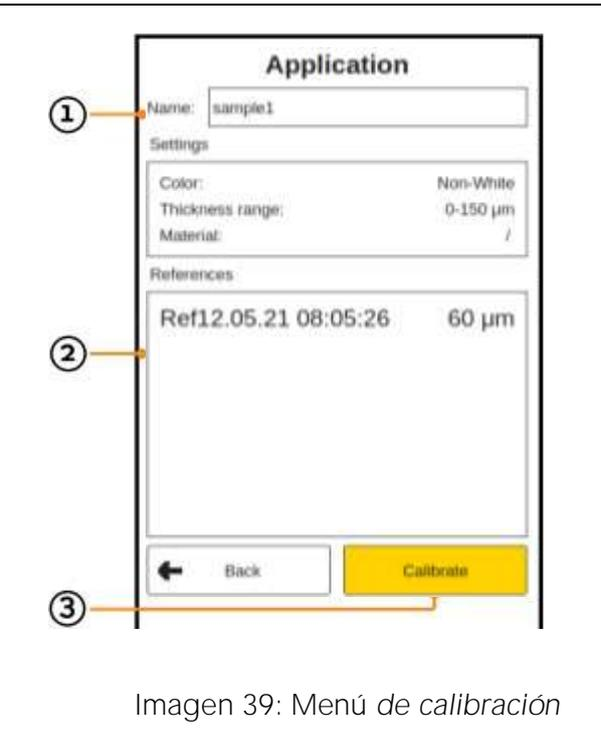

Imagen 39: Menú de calibración
La pantalla de la Imagen 39: Menú calibración muestra los diferentes campos del menú de calibración:
Una vez que se establecen todos los ajustes para la nueva aplicación, navegue con las teclas de flecha (D) hasta el campo 'Calibrar' (3) (consulte la Imagen 39: Menú calibración).